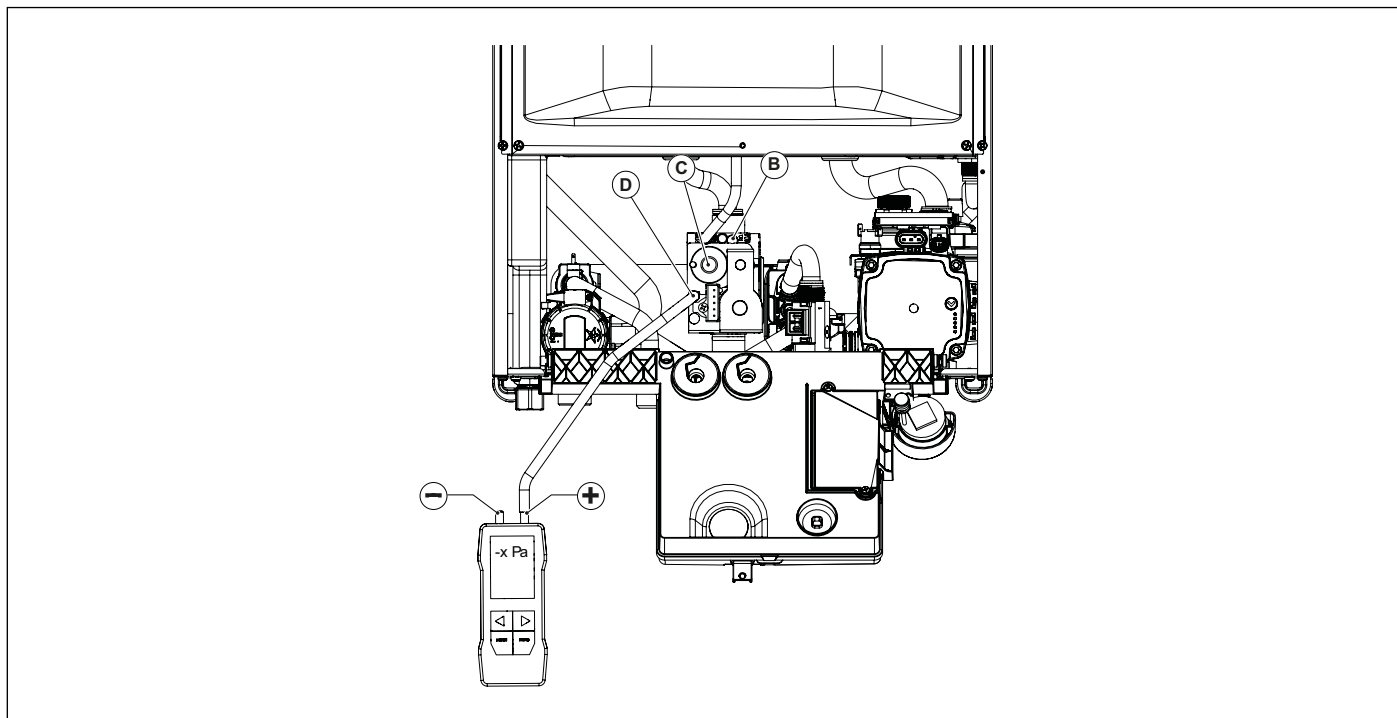

Рис. 27 Регулювання протитиску
- Викрутити заглушку в точці вимірювання протитиску **D** й приєднати до неї позитивний вхід (*) диференційного манометра (див. Рис. 27 Регулювання протитиску).